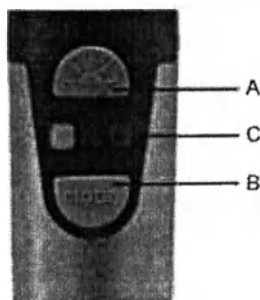

Рис. 2
Описание команд (рис. 2):
- Коротко нажмите и отпустите кнопку "Пуск" на ручном блоке (рис. 2 - А) для начала цикла воздействия. Раздастся предупреждающий звуковой сигнал (1 короткий сигнал).
- Нажмите и удерживайте кнопку "Пуск" на ручном блоке (рис. 2 - А) в течение 2-х секунд для начала цикла воздействия. Предупреждающий звуковой сигнал раздается в начале цикла, через 2 секунды раздается еще один предупреждающий сигнал, подтверждающий начало 20/21-секундного цикла.
Во всех режимах цикл воздействия можно прервать в любое время, нажав кнопку "Пуск" ручного блока (рис. 2 - А).
В конце каждого цикла воздействия можно провести дальнейшие циклы, каждый раз нажимая кнопку "Пуск" на ручном блоке (рис. 2 - А).